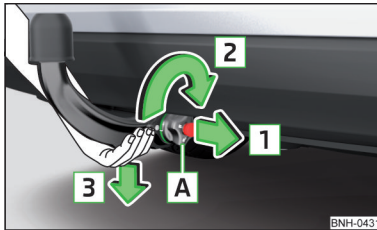

Abb. 229
- Die Kugelstange **von unten** fassen » Abb. 229.